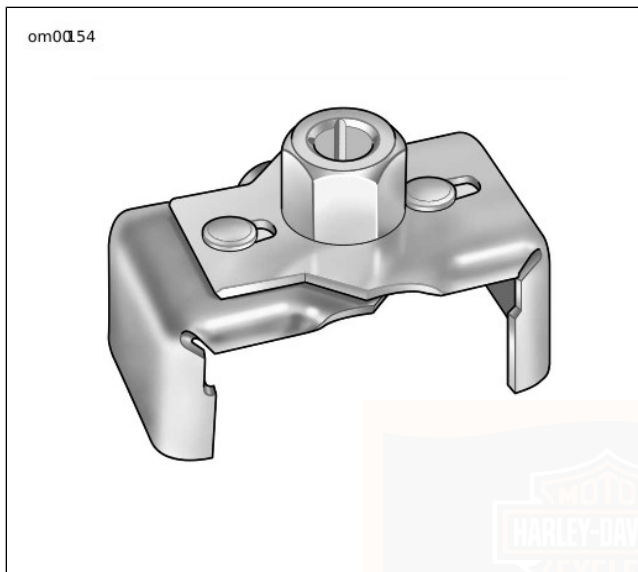

Abbildung 33. Ölfilterschlüssel (Teile-Nr. HD-42311)
5. Siehe Abbildung 33. Den Ölfilter mit dem ÖLFILTERSCHLÜSSEL (Teile-Nr. HD-42311 oder Teile-Nr. HD-44067A) entfernen. Mit diesem Werkzeug kann der Ölfilter problemlos ausgebaut werden, ohne den Kurbelwellenstellungssensor oder das Kabel zu beschädigen.